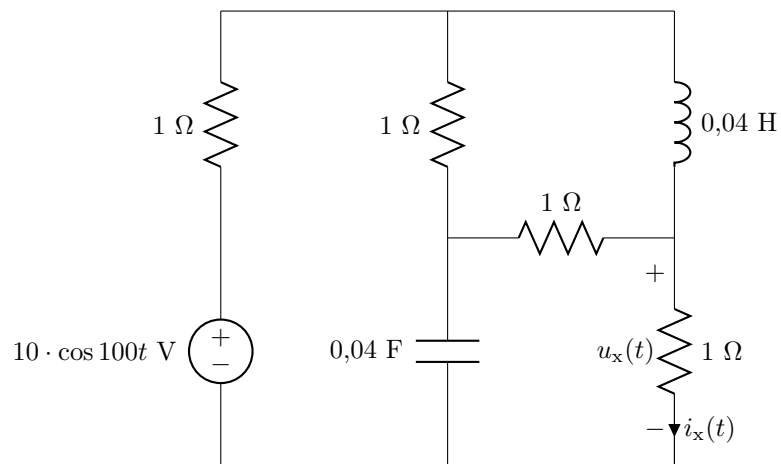

Figura 4.19: Circuito de los problemas 49 y 50.
49. Utiliza el análisis de mallas para encontrar  $i_x(t)$  en el circuito de la figura 4.19.
50. En el circuito de la figura 4.19, halla  $u_x(t)$  usando análisis de nodos.